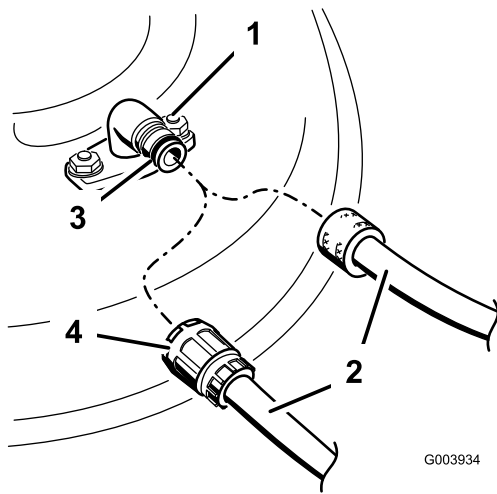

Figure 48
4. Branchez un flexible au raccord de lavage et ouvrez l'arrivée d'eau à fond (Figure 48).